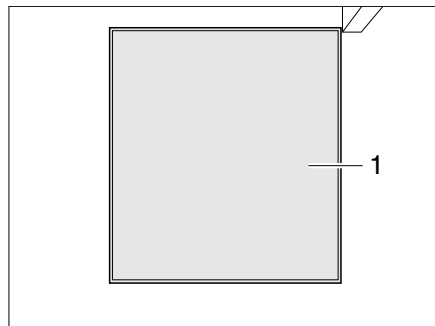

Bild 246 Zugang Fäkalientank, geschlossen
- Wenn der Zugang zum Fäkalientank (Kassette) (Bild 246,1) verschlossen ist: Toilettenraum herausziehen (siehe Abschnitt 11.7.1).